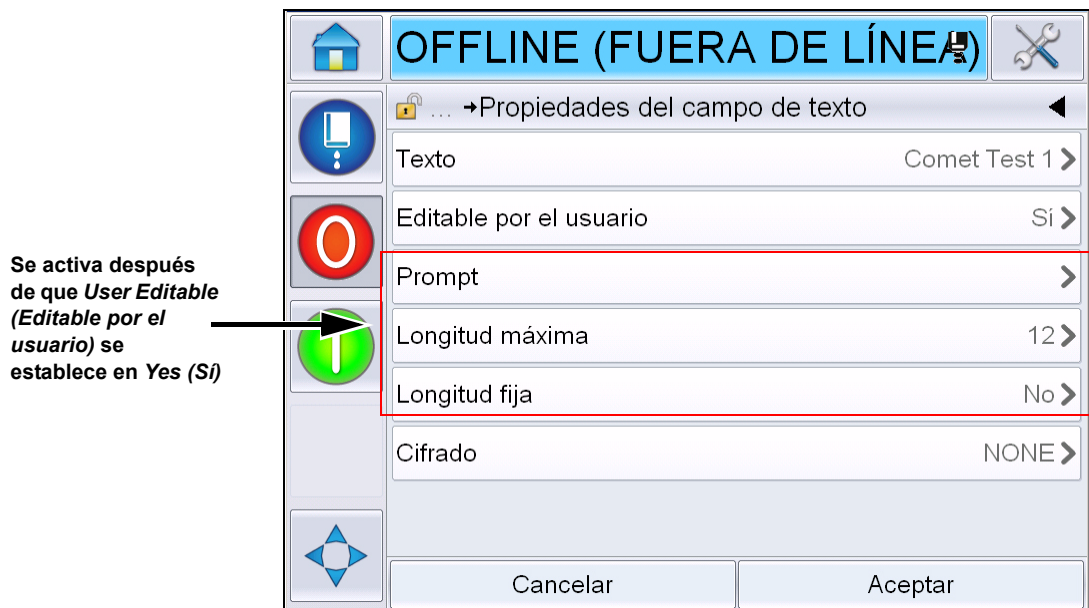

Figura 5-56: Pantalla de propiedades del campo de texto adicionales
- 3 Toque *User Editable (Editable por el usuario)* y seleccione *Yes (Sí)*. Aparece una lista de campos adicionales (consulte la Figura 5-56 en la página 5-70).